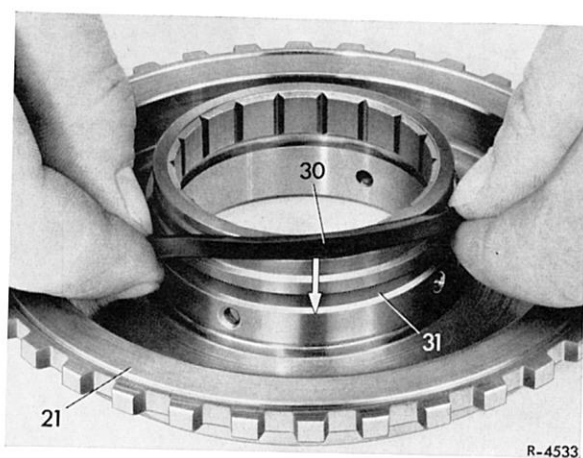

Bild 27-3/25
10 In den Abstützflansch (21) neuen Lippendichtring (30), soweit notwendig, einbauen. Der Lippendichtring muß richtig in der Nut (31) liegen und die Lippe nach unten (in Pfeilrichtung) zeigen (Bild 27-3/25).